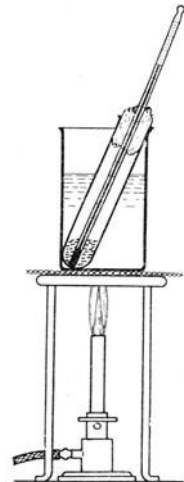

Fig. 109.
b) Stecke das Thermometer in die Kupferstückchen und schüttele das Gläschen, damit sich die Teilchen um die Thermometerkugel lagern. Verschließe die Mündung des Gläschens mit einem Wattebausch. Schiebe einen durchbohrten Kork über das Gläschen und stecke es dann durch die Öffnung einer Asbestplatte. Lege diese so über den Rand eines tiefen Becherglases, daß das Gläschen in das siedende Wasser darin eintaucht. (In Fig. 109 ist das Gläschen einfach in das Becherglas gestellt; diese Anordnung ist nicht so gut, wie die angegebene.) Warte, bis die Wärmestufe des Kupfers  $100^\circ$  oder dauernd ein wenig unter  $100^\circ$  ist, schüttele dabei von Zeit zu Zeit die Kupferstückchen etwas durcheinander.